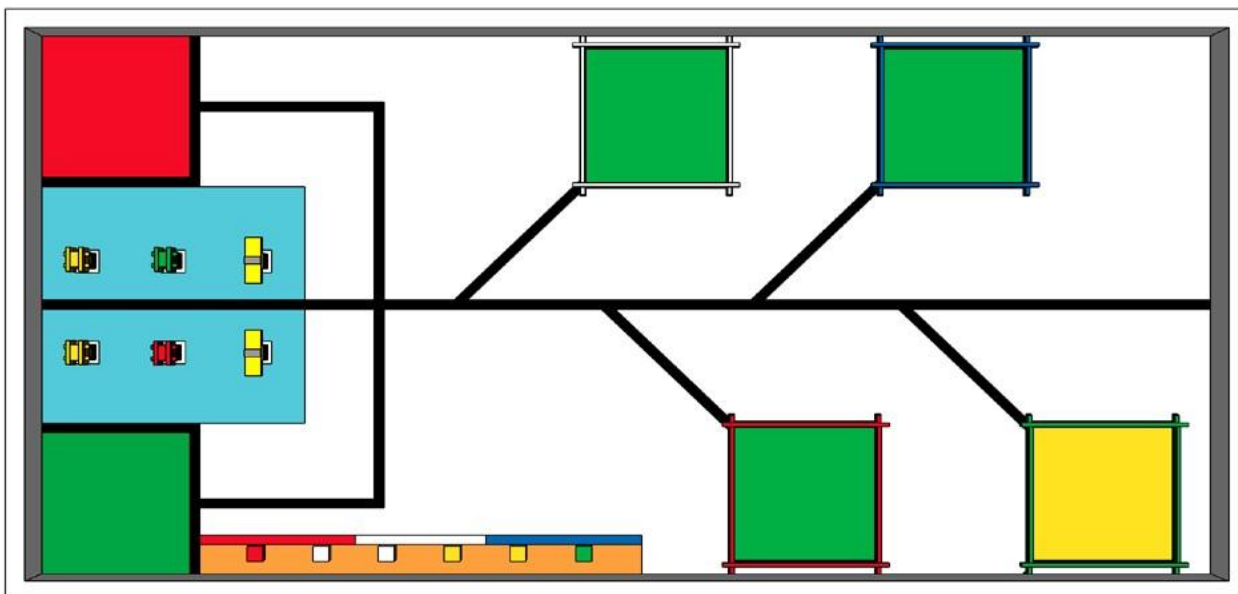
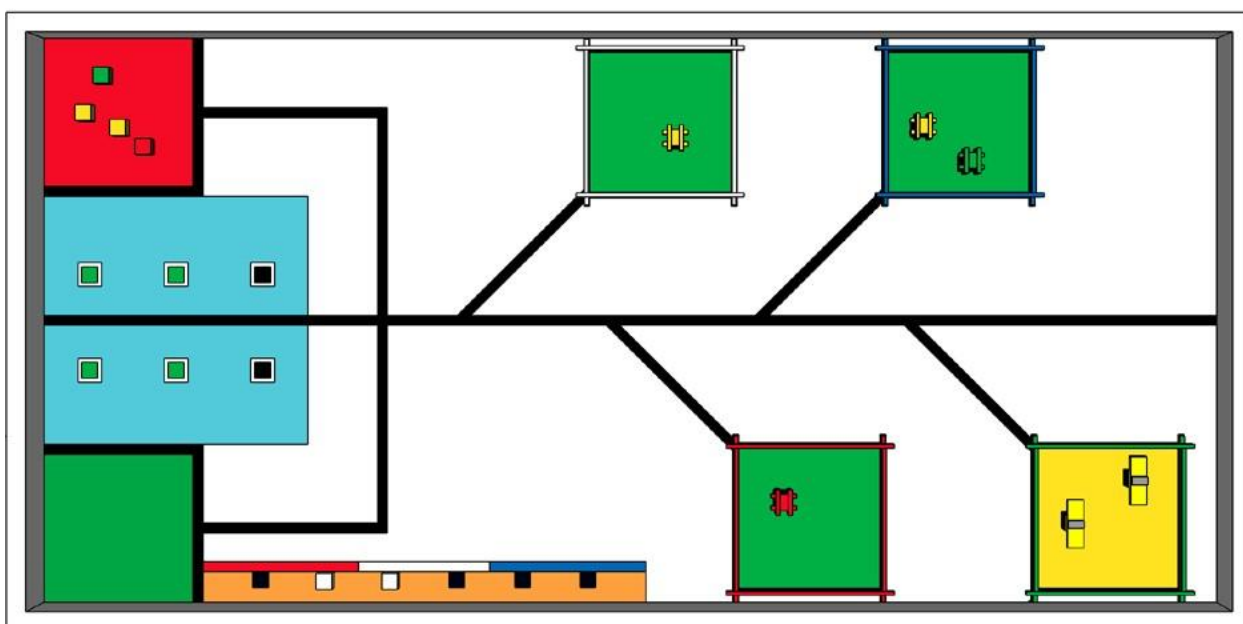

Рис. 6. Исходное размещение
Рис. 7. Итоговое размещение.
1.6 Следующие рисунки иллюстрируют три способа, как заработать баллы. Рисунок 6 показывает исходное размещение деревьев, солнечных панелей и индикаторов влияния. Рисунок 7 показывает итоговое размещение, необходимое для начисления баллов всеми тремя способами.